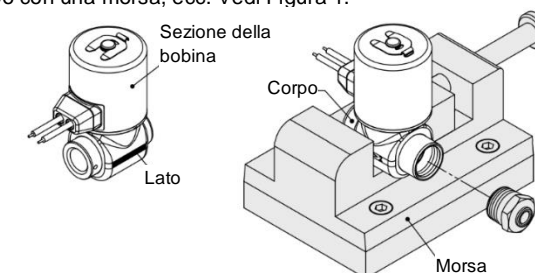

Figura 1. Superficie di bloccaggio della valvola
- Quando si collegano tubazioni/raccordi alla valvola, bloccare il lato del corpo con una morsa, ecc. Vedi Figura 1.